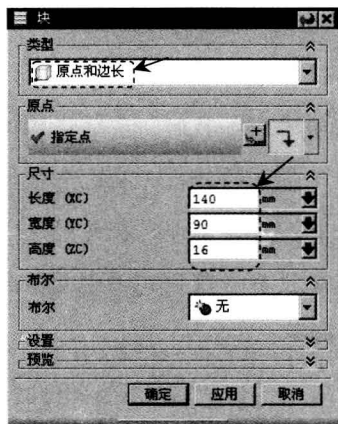

图 3.2.1 “块”对话框
进入建模环境后,选择下拉菜单 **插入(I) → 设计特征(F) → 长方体(B)** 命令(或单击工具条中的  按钮),系统弹出图 3.2.1 所示的“块”对话框,在该对话框的 **类型** 区域中可以选择三种创建长方体的方法。
弹出图 3.2.1 所示的“块”对话框。
Step 3 选择创建长方体的方法。在 **类型** 区域中选择 **原点和边长** 选项 (图 3.2.1)。
Step 5 定义长方体的参数。在 **长度 (XC)** 文本框中输入数值 140, 在 **宽度 (YC)** 文本框中输入数值 90, 在 **高度 (ZC)** 文本框中输入数值 16。